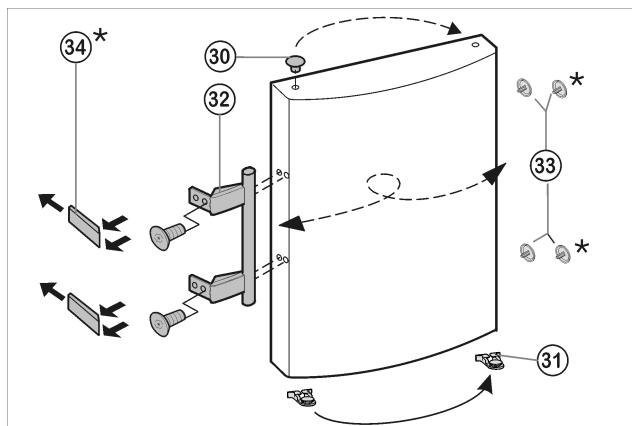

Fig. 7
- ▶ Zátky Fig. 7 (33) vyjměte z pouzdra ložisek dveřek a přemístěte je.
- ▶ Madlo dveří Fig. 7 (32), zátky Fig. 7 (33) a krycí destičky* Fig. 7 (34) odmontujte a přemontujte na protější stranu.